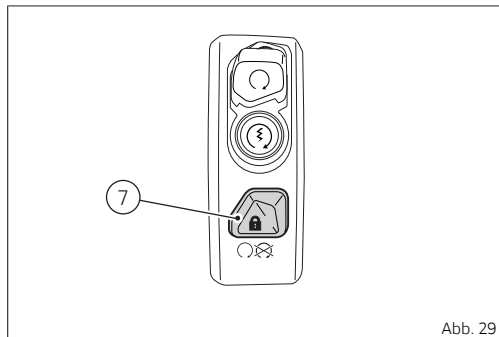

Abb. 29
Das Key-off erfolgt bei einer Fahrzeuggeschwindigkeit gleich Null durch Drücken der am Lenker angeordneten Taste (7, Abb. 29 S.62) oder durch Drücken der Taste am „Hands Free“-Block (1). Bei von Null abweichenden Geschwindigkeiten ist dies nur durch Drücken der Taste am Hands Free-Block (1) möglich.
Das „Key-off“ erfolgt durch Drücken der Taste (7, Abb. 29 S.62) am Lenker.